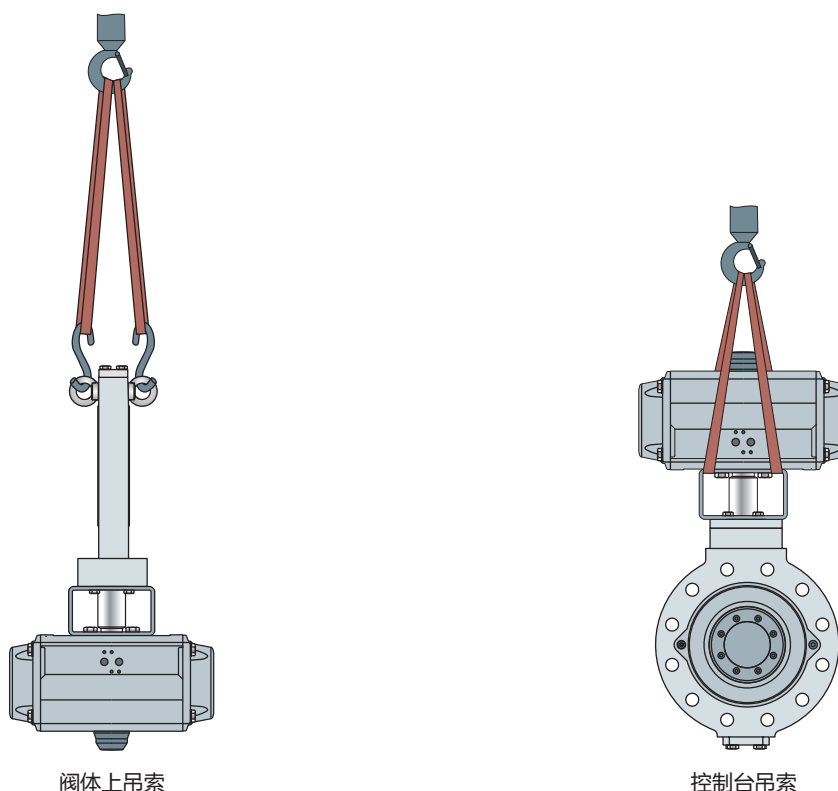

图 4-1: BR 14p - PSA 型蝶阀的提升点
- ⇒ 使用带有安全夹的挂钩作为悬吊元件，以防吊索在提升和运输期间滑离挂钩，请参见图 4-1。
- ⇒ 将吊索扣紧到起重机或叉车的每个悬吊元件（例如，挂钩），请参见图 4-1。在执行此操作时，请检查承载量和吊索长度，以确保安全。
- ⇒ 将吊索扣紧到起重机或叉车的托架和悬吊元件 (例如, 挂钩), 请参见图 4-1。在执行此操作时, 请检查承载量和吊索长度, 以确保安全。